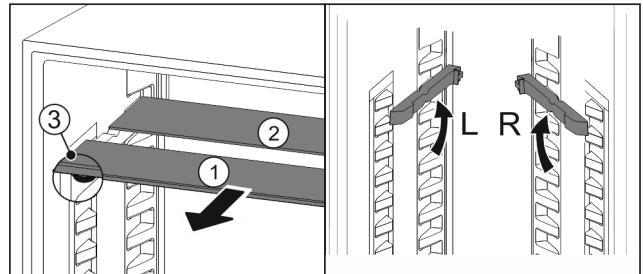

Fig. 102
- Glasplatten einzeln nach vorne herausziehen Fig. 102 (1).
- Glasplatte Fig. 102 (1) mit Zierleiste liegt vorne.
- Stopps Fig. 102 (3) zeigen nach unten.